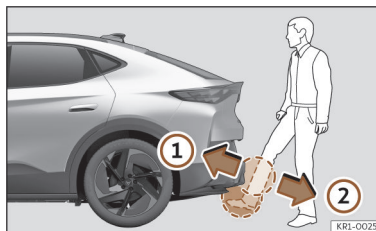

Fig. 79 Porta da bagageira com abertura controlada por sensor (Easy Open)
- Com um movimento rápido, aproxime o pé e a parte inferior da perna o mais possível ao para-choques. A parte inferior da perna tem que aproximar-se da zona do sensor superior, e o pé da zona do sensor inferior >>> **Fig. 79** ①.
- Retire rapidamente o pé e a parte inferior da perna das zonas dos sensores >>> **Fig. 79** ②. A porta da bagageira abre-se automaticamente.